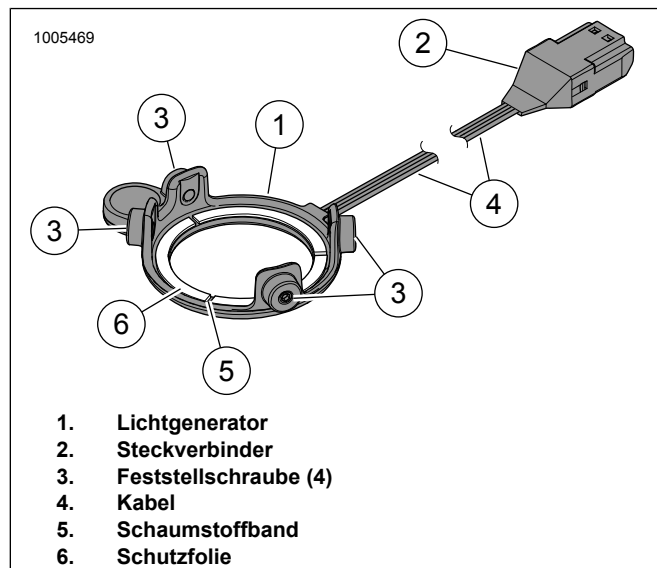

Abbildung 9. LED-Beleuchtung, Runde Stage I-Lautsprecher
3. Siehe Abbildung 9. Die Schutzfolie (6) vom Schaumstoffklebeband (5) auf der Rückseite des Lichtgenerators (1) abziehen.